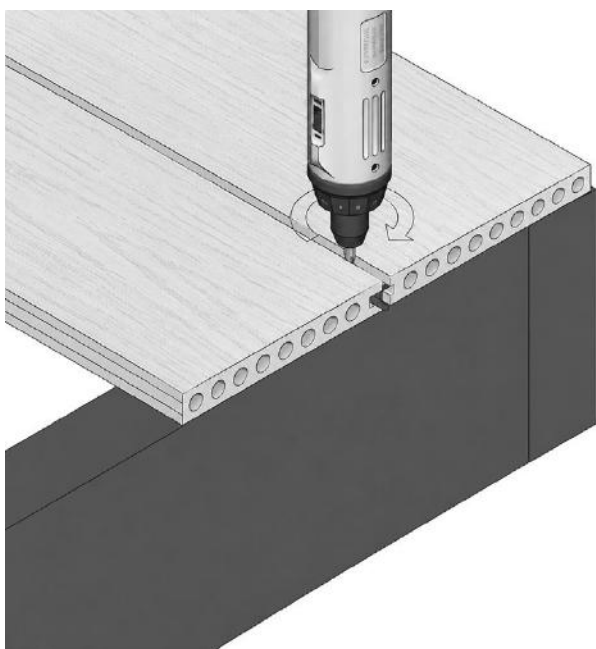

FIG. 6 – CLIPS OCULTOS APRETADOS HASTA EL RASTREÍ
- 01 Apriete completamente los clips ocultos, entre las últimas tablas instaladas, hasta los rastreles (fig. 6). Aplique presión lateral sobre la tarima para asegurarse de que las lengüetas queden firmemente apoyadas contra el interior del ranurado de la tabla.